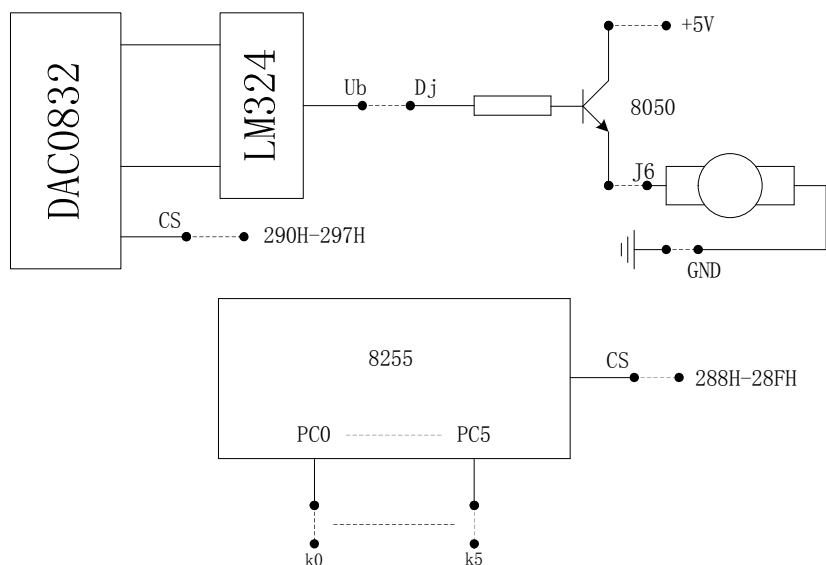

图19-1
- 1、按图19-1线路接线。DAC0832的CS接290H~297H，Ub接DJ插孔，8255 CS接288H~28FH。